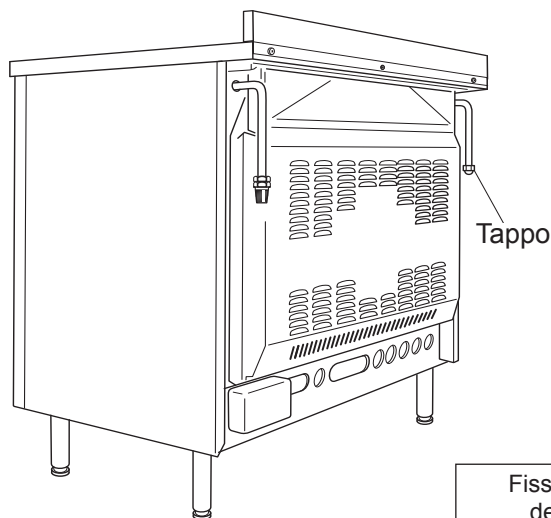

Fig. 2.1a
- Il collegamento va eseguito sul retro della cucina (fig. 2.1a) utilizzando il terminale destro o sinistro del condotto gas dell'apparecchio; il tubo non deve attraversare la cucina.